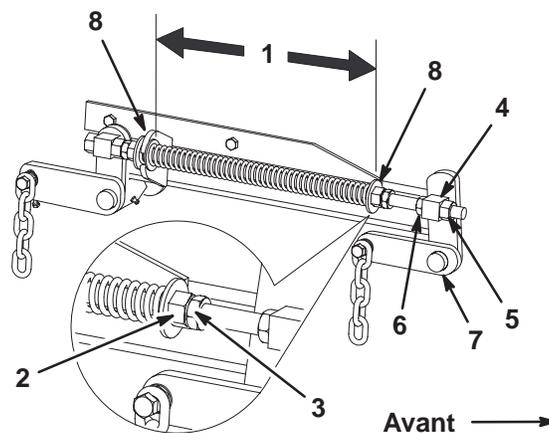

Figure 54
7. Desserrez d'environ 13 mm (1/2 pouce) les écrous de blocage à l'avant des pivots avant gauche et droit (Fig. 54).
8. Réglez les écrous de relevage sur les côtés gauche et droit de la machine de manière à **abaisser l'avant de 6 à 10 mm (1/4 à 3/8 pouce) au point A par rapport au point B à l'arrière** (Fig. 54).
1. Déplacez le levier de relevage du plateau de coupe à la position de transport (Fig. 54).
2. Vérifiez que les 2 grandes rondelles sont espacées de 26 cm (10-1/4 pouces) (Fig. 54).
3. Réglez cette distance en desserrant l'écrou de blocage du ressort et en tournant l'écrou devant chaque ressort (Fig. 54).
4. Bloquez l'écrou en position en serrant l'écrou de blocage du ressort (Fig. 54).